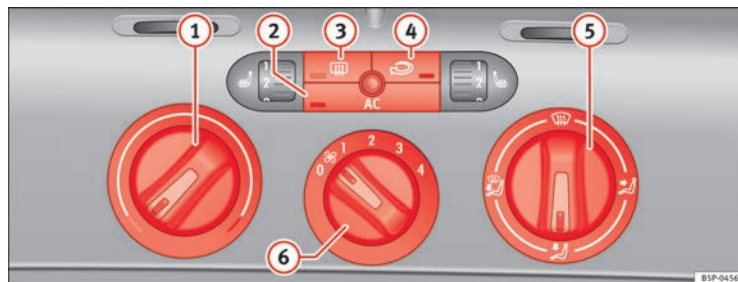

Fig. 107 Mandos del Climatic en el tablero de instrumentos
- Con los reguladores ⇒ fig. 107 ① y ⑤ y con el mando ⑥ se regula la temperatura, la distribución del aire y la velocidad de la turbina.
- Pulse la tecla ②, ③ o ④ para activar o desactivar la función correspondiente. Cuando la función está activa, la ventana situada en la esquina inferior de la tecla se ilumina.
- ① Regulador de temperatura ⇒ página 153
- ② Tecla AC – Encender o apagar el grupo refrigerador ⇒ página 153
- ③ Tecla ☐ – Luneta térmica. Esta función se apaga automáticamente aproximadamente 20 minutos después de haberla conectado. Se puede desconectar antes pulsando de nuevo la tecla.
- ④ Tecla ☐ – Recirculación de aire ⇒ página 154
- ⑤ Regulador de la distribución de aire ⇒ página 153
- ⑥ Mando de la turbina. El caudal de aire tiene 4 niveles de ajuste. La turbina debería funcionar siempre en el nivel más bajo cuando se circule a poca velocidad.
- Encienda el climatizador con la tecla ⇒ fig. 107 (AC).